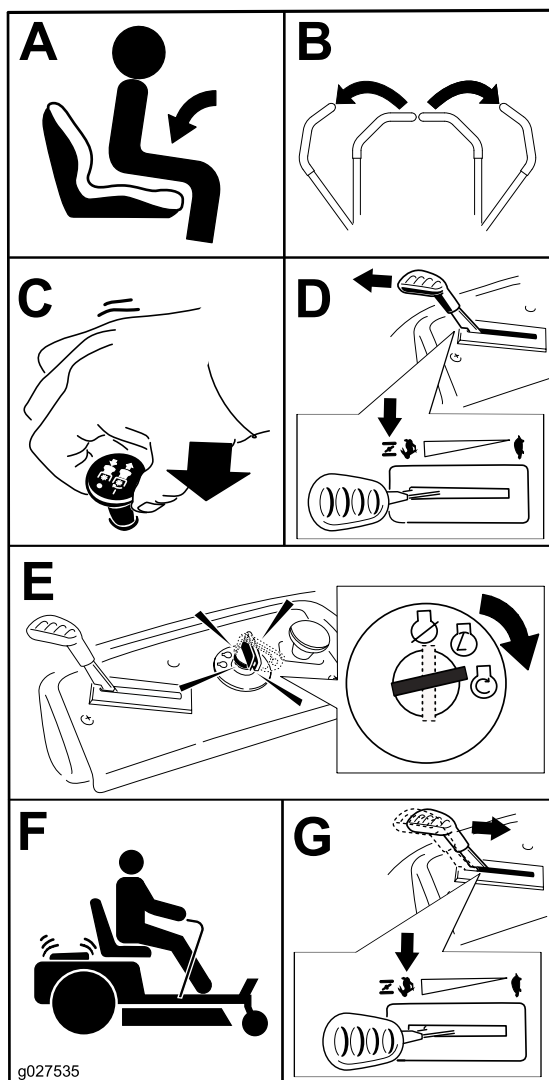

Figura 11
**Nota:** Può essere necessario tenere la leva sullo stop, nella posizione dello starter, nel tentativo di avviare il motore (Figura 11).